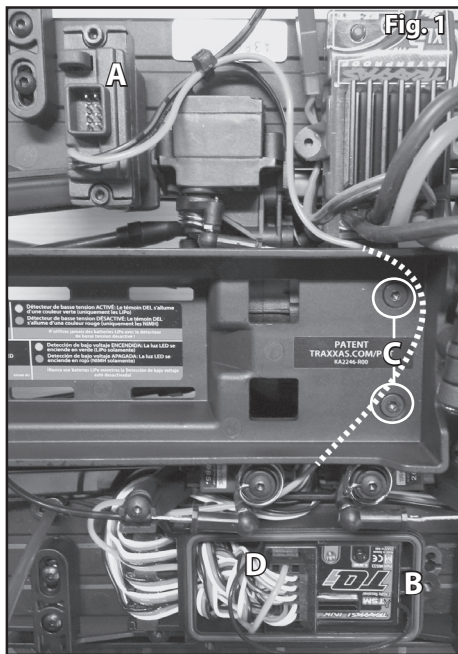

Abb. 2
1. Installieren Sie die mitgelieferten Schablonen an der Karosserie Ihres Modells. Richten Sie die Pfeile mit den Karosserielinien am Frontgrille und an der Heckklappenblende, wie in Abb. 2 und 3 gezeigt, aus.